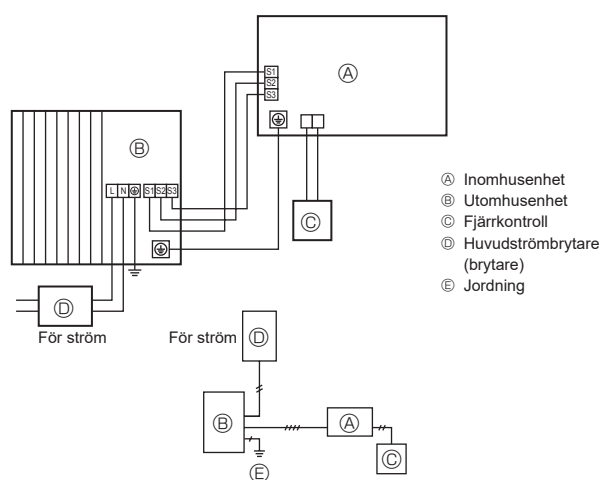

Fig. 6-1
### 6.1. Utomhusenhet (Fig. 6-1, Fig. 6-2)
- ① Ta bort servicepanelen.
- ② Hänvisa till fig. 6-1 och fig. 6-2 när kablarna dras.